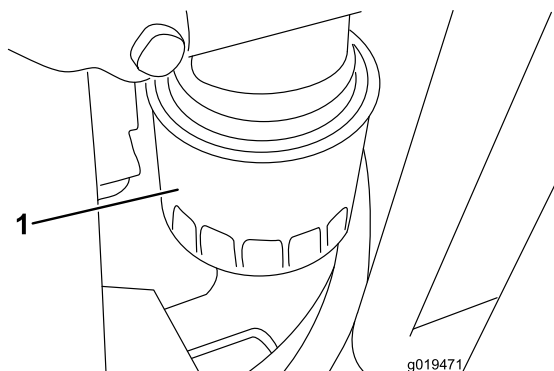

Bild 52
2. Entfernen Sie den Ölfilter (Bild 52). Ölen Sie die neue Dichtung am Ölfilter leicht mit frischem Öl